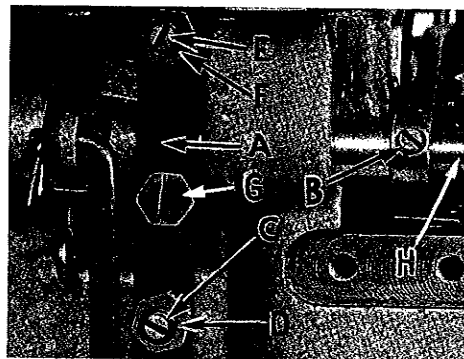

Fig. 12
Assemble the presser foot to presser arm. With needle in high position, swing presser arm into sewing position and set the presser foot to align needle holes (front and back) and flat on throat plate. The front edge of needle hole in presser foot must be aligned with front edge of needle hole in throat plate. It is also important that the bottom of the presser foot be flat on the throat plate. If necessary, presser foot can be realigned with throat plate slots by shifting the foot lifter lever shaft (H, Fig. 12). To move the shaft, loosen collar screws (B, Fig. 12) and clamp screw (C) and then shift the foot lifter lever shaft to the left or right as required. Retighten collar screws and clamp screw.
The foot lifter lever arm (A, Fig. 12) and the collar (B) secure the shaft. Be sure the presser arm does not bind and rise when presser foot release bushing is unlocked.
Montieren Sie den Drückfuß am Drückfußarm. Bei Nadelhochstellung schwenken Sie den Drückfußarm in Nähstellung und stellen den Drückfuß so, daß die Stichlochschlitze übereinstimmen (vorn und hinten) und er flach auf der Stichplatte aufsitzt. Die Vorderkante des Nadelschlitzes im Drückfuß muß sich mit der Vorderkante des Nadelschlitzes in der Stichplatte decken. Es ist auch wichtig, daß die Drückfußsohle flach auf der Stichplatte liegt. Wenn notwendig, kann der Drückfuß nach den Stichplattenschlitzen ausgerichtet werden indem man die Drückfuß-Lifterhebelwelle (H, Fig. 12) verschiebt. Zum Verschieben der Welle lösen Sie die
Schrauben (B, Fig. 12) im Stelling und die Klemmschraube (G) und dann schieben Sie die Drückfuß-Lifterhebelwelle nach Bedarf nach links oder rechts. Ziehen Sie die Schrauben im Stelling und die Klemmschraube wieder an.
Der Drückfuß-Lifterarm (A, Fig. 12) und der Stelling (B) sichern die Welle seitlich. Achten Sie darauf, daß der Drückfußhebel nicht klemmt und in die Höhe geht wenn die Muffe für den Drückfußdruck entriegelt wird.